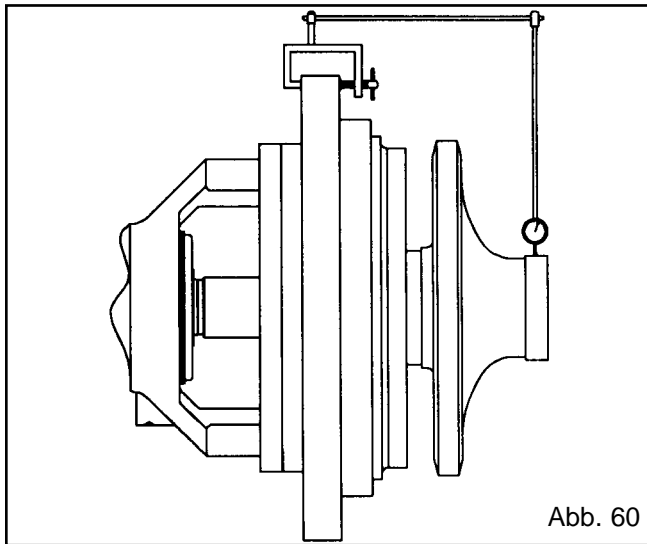

Abb. 60
18. Den Rundlauf des Flügelrads (101) und Flügelradverschleißrings (202) wie folgt überprüfen:
- Die Meßuhr, wie auf Abb. 60 gezeigt, anbringen.
- Die Welle (122) so drehen, daß sich der Anzeiger um 360 Grad entlang der Flügelradverschleißringoberfläche (202) mitdreht. Wenn die Gesamtablesung mehr als 0,10 mm beträgt, die Ursache suchen und beheben.